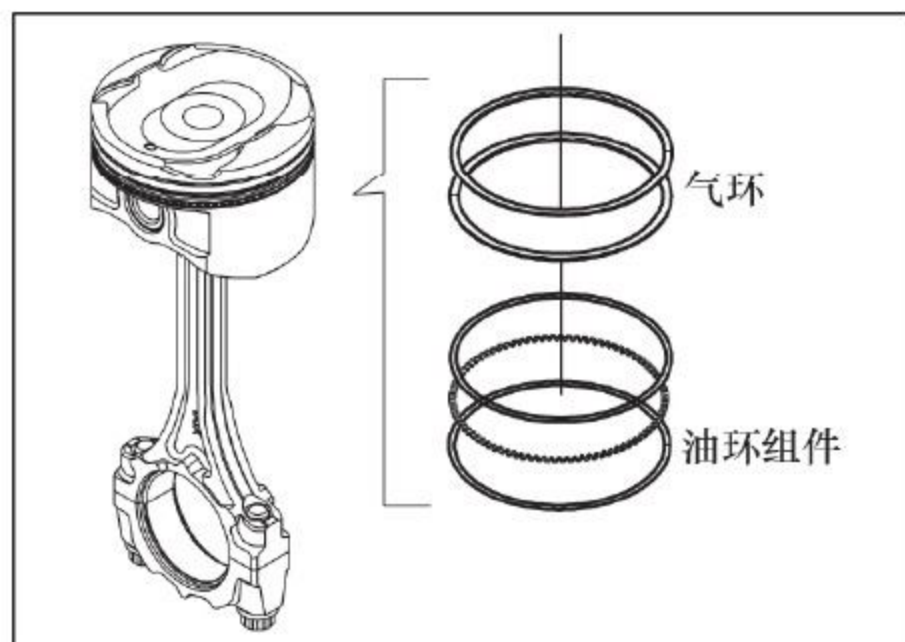

图12-2-10 安装活塞环
(1) 安装油环组件，组合油环中的衬环开口端应对接，不得搭接。如图12-2-10所示。
(2) 安装第二道和第一道气环，如图12-2-10所示。